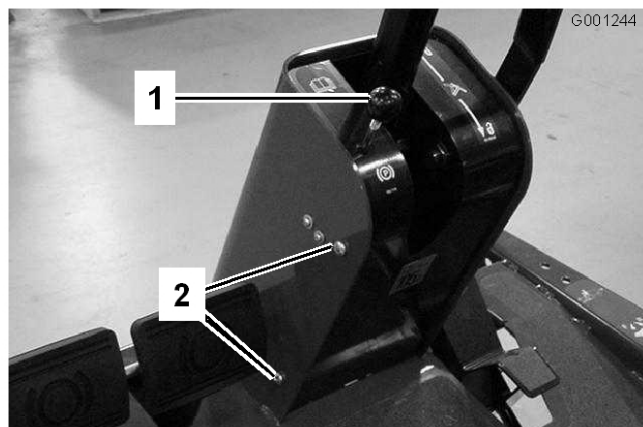

Figura 67
1. Retire el pomo de la varilla del freno de estacionamiento y retire los tornillos de la cubierta de la columna de dirección (Figura 67).